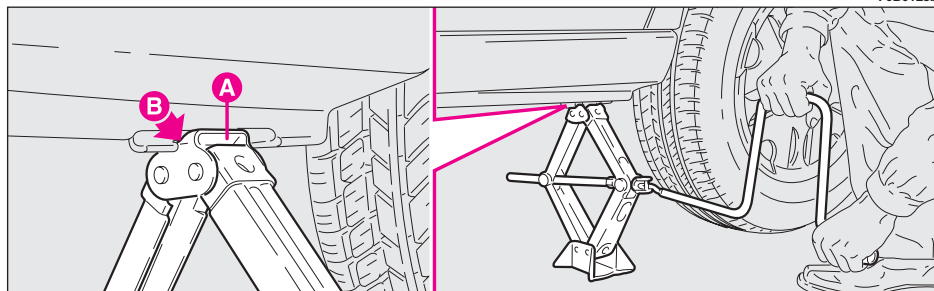

fig. 8
14) Contrôler si la rainure **A**-fig. 8 du cric est bien positionnée sur le rebord **B** du longeron.